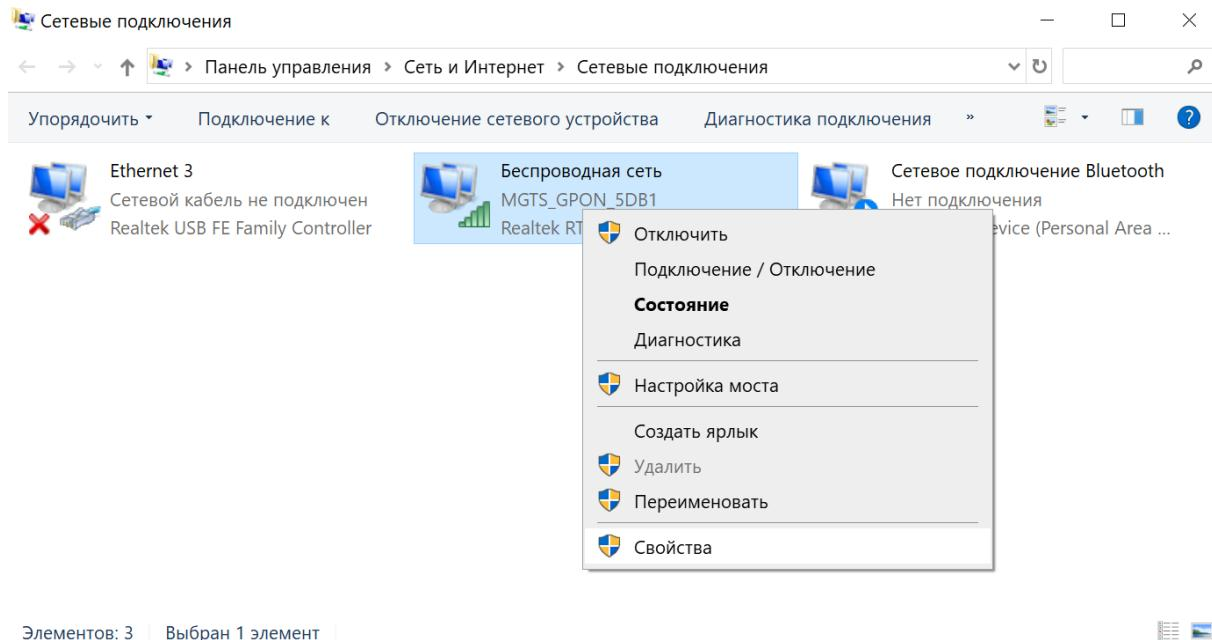

Рисунок 11. Меню Сетевые подключения.
**Шаг 3.** Из списка сетевых подключений выберите **Беспроводная сеть**, нажмите правую кнопку мыши и из контекстного меню выберите пункт **Свойства**, см. Рисунок 11.